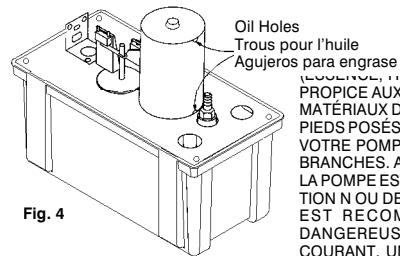

Fig. 4
3. Veillez à ce que les flotteurs bougent librement. Nettoyez-les au besoin. (Fig. 4)